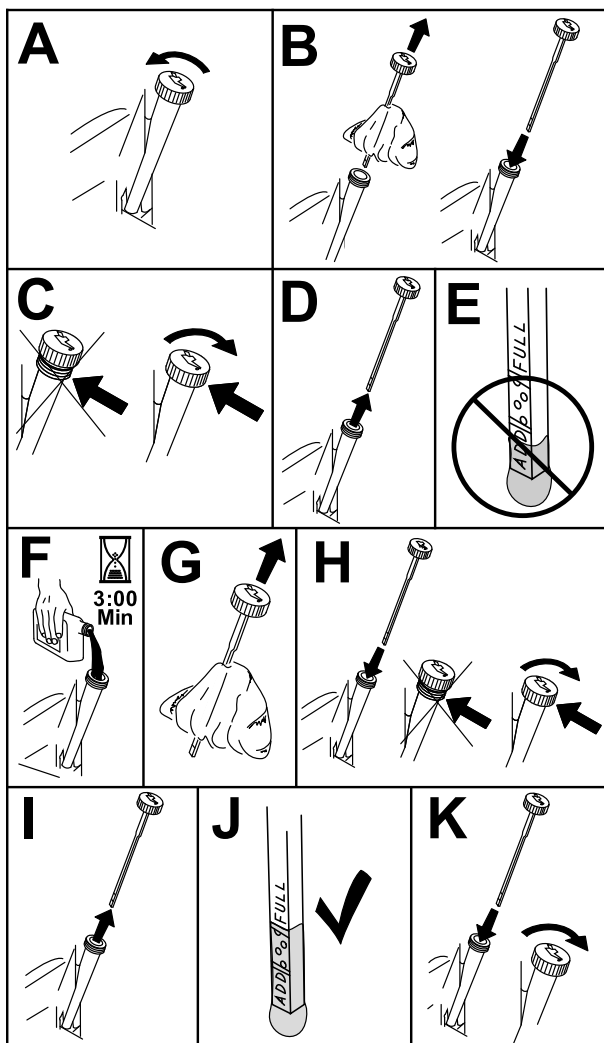

Bild 42
3. Reinigen Sie den Bereich um den Ölfüllstutzensendeckel bzw. den Peilstab vor dem Abnehmen, damit kein Schmutz oder Schnittgut usw. in den Motor gelangt (Bild 42).